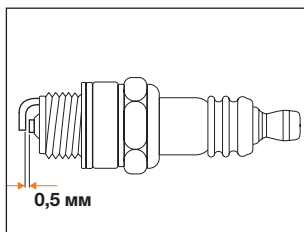

Рис. 21
- Измерьте зазор между электродами свечи при помощи плоского щупа. При необходимости откорректируйте зазор, осторожно подгибая боковой электрод. Зазор должен быть 0,5 мм (Рис. 21).